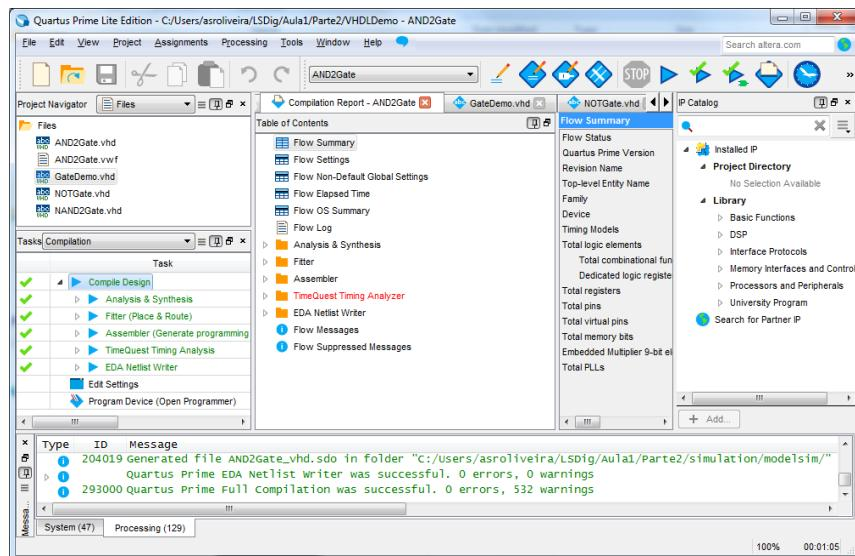

Figura 50 – “Quartus Prime” IDE após compilação completa do projeto.
**22.** Efetue a síntese e implementação do sistema através do comando “*Compile Design*”. No final da compilação o IDE deve apresentar o aspetto da Figura 50.